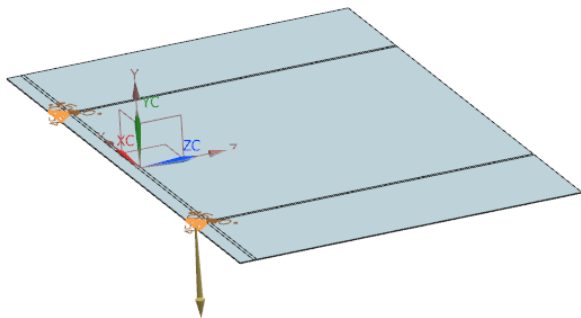

图 6-76 预览所创建的法向除料特征
(4) 在视图区预览所创建的法向除料特征,如图6-76所示。